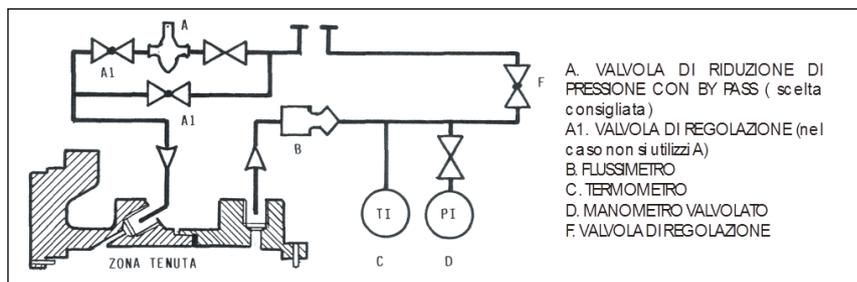

Figura 8 Linea di flussaggio
Quando la pompa monta una tenuta meccanica doppia è necessario installare una linea di flussaggio come quella illustrata in Figura 8, oppure adottando l'API PLAN più appropriato secondo le norme API 610 (Appendix D . Mechanical Seal and Piping System)
13. togliere il dado girante (POS. 430) utilizzando una l'appropriata chiave inglese ed una leva che va inserita tra le pale della girante. Per evitare la flessione dell'albero l'operazione va condotta come raffigurato in Figura 8, tentando di bilanciare lo sforzo nel migliore dei modi